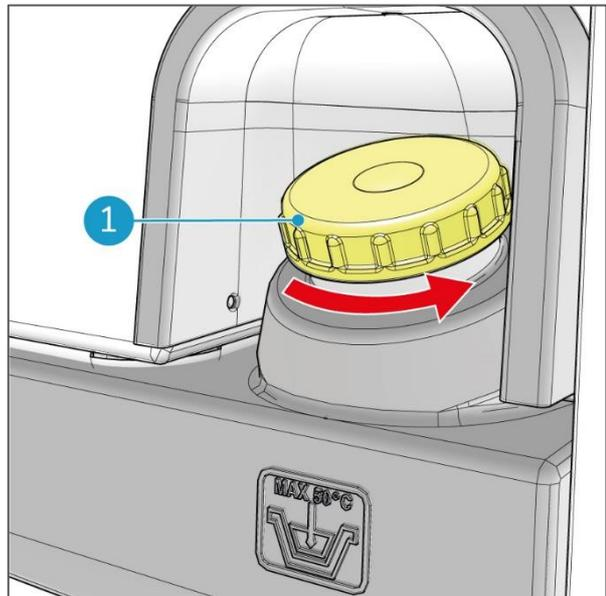

Abbildung 19
1. Nehmen Sie den gelben Einfülldeckel (Abbildung 19, Pos. 1) ab.